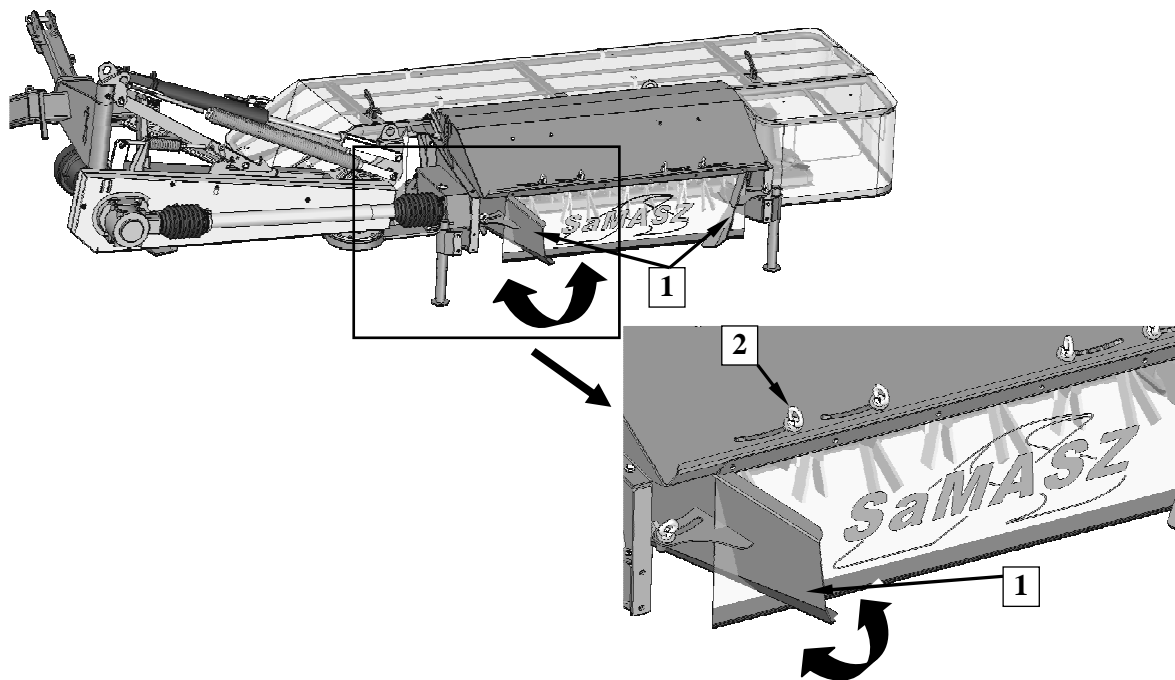

Fig. 19. Réglage des déflecteurs 1 - déflecteur à volet, 2 - vis de réglage, 3 - volet d'andain
Pour régler la largeur d'andain des faucheuses KDT 220 S et KDT 260 S, effectuer le réglage des déflecteurs (1) (**Fig. 19**):
- ❑ desserrer la vis papillon (2) du déflecteur,
- ❑ régler le déflecteur (1) selon le besoin,
- ❑ resserrer la vis (2)
- ❑ la répartition uniforme des andains peut se régler avec les volets (3) de la même façon que s'effectue le réglage des disques.